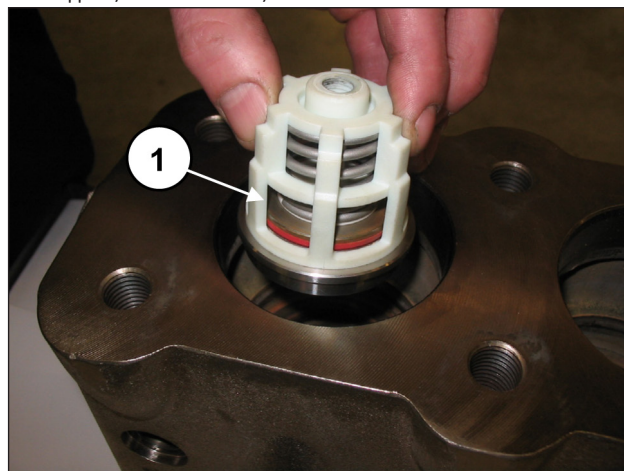
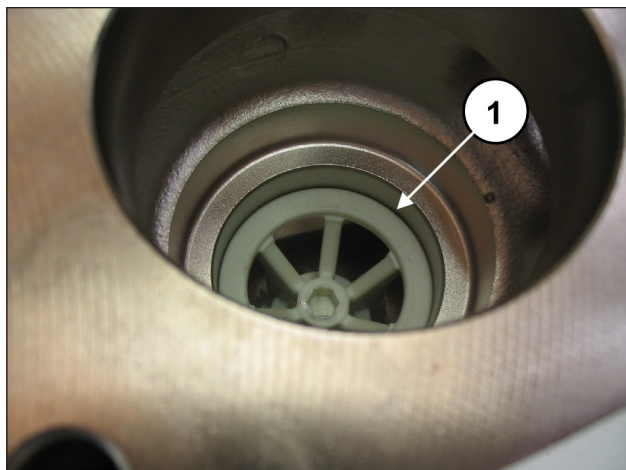

Рис. 121
Рис. 122
Убедитесь, что уплотнительное кольцо круглого сечения и упорное кольцо правильно сели на свои места. Вставьте всасывающий клапанный узел (поз. ①, Рис. 121), а затем распорный элемент (поз. ①, Рис. 122). Клапанный узел в сборе должен быть вставлен до упора и выглядеть, как на поз. ①, Рис. 122.